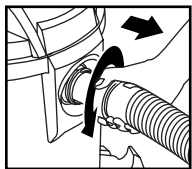

FIGURE 24
32. Dévissez l'écrou autobloquant du tuyau et retirez le tuyau de l'admission. **FIGURE 24.**